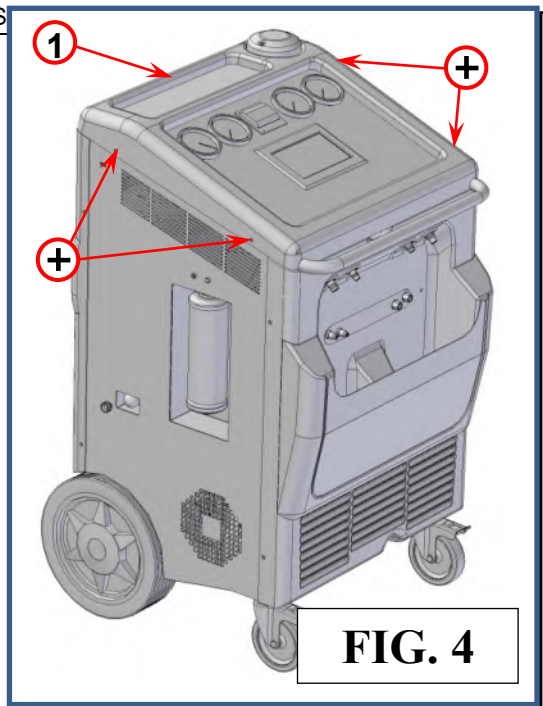

**FIG. 3**
En vous référant à la figure 3, retirez les protections sous les échelles de réfrigérant comme suit
- Afin de retirer les protections sous la balance de réfrigérant, il est nécessaire de desserrer le contre-écrou (réf. 1, Fig. 3).
2. Serrez le bouton (réf.2, Fig.3) jusqu'à ce que l'affichage indique ZERO disponible.